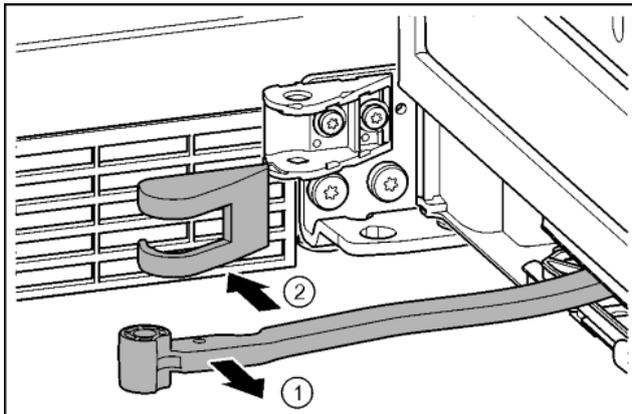

Fig. 16
► Поверніть шарнір у напрямку дверцят. Fig. 16 (1)
► Зніміть кришку опорного кронштейна. Fig. 16 (2)